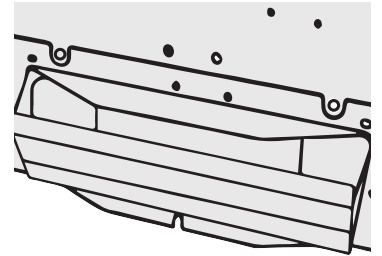

Figure 6
- À l'aide des vis fournies, fixez la ventilation/ amortisseur rectangulaire sur le dessus ou à l'arrière de la hotte. (Voir figure 6)